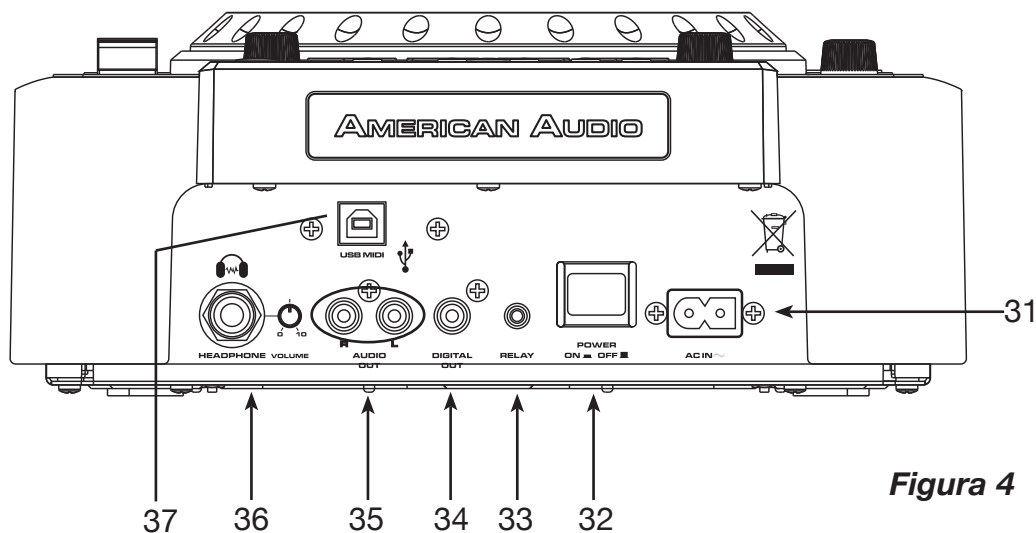

Figura 4
B. PANEL TRASERO (FIGURA 4)
32. BOTÓN POWER – Este botón se utiliza para activar (ON) y desactivar (OFF) el suministro eléctrico de la unidad.